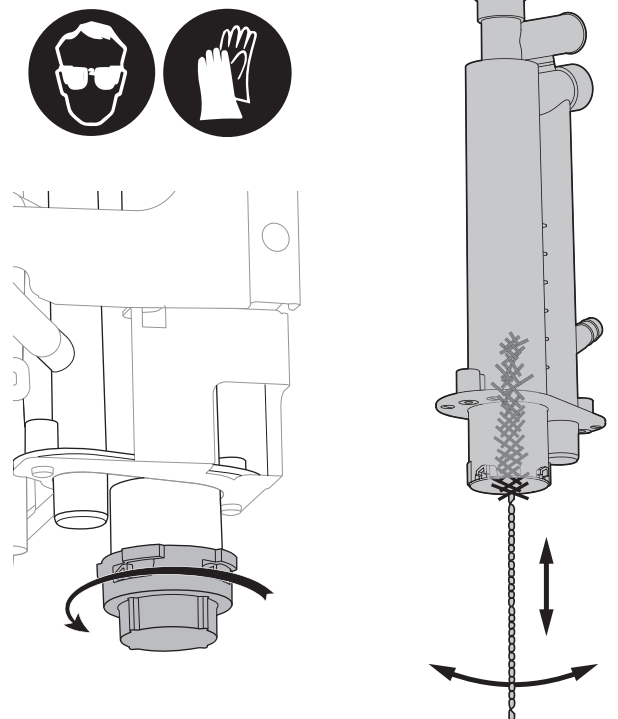

fig. 61 - Nettoyage du siphon
- Ouvrir le siphon (*fig. 61*).